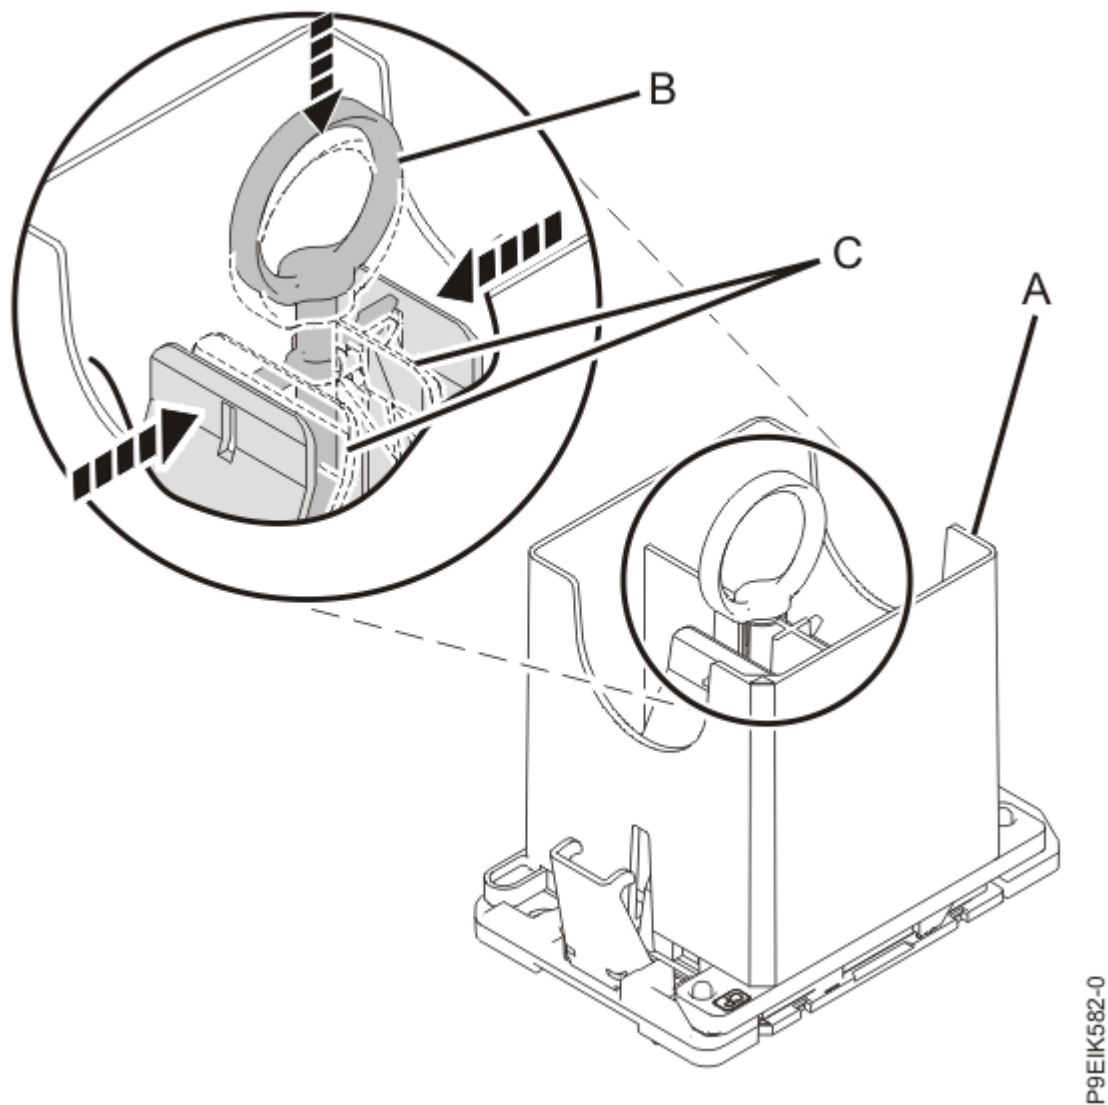

Figura 25. Extracción de la herramienta del módulo del procesador del sistema
- d) Abra los pestillos que sujetan el módulo del procesador del sistema en la herramienta de extracción suministrada (**A**), tal como se muestra en la Figura 25 en la página 28. Presione el anillo (**B**) a la vez que presiona las pestañas (**C**).